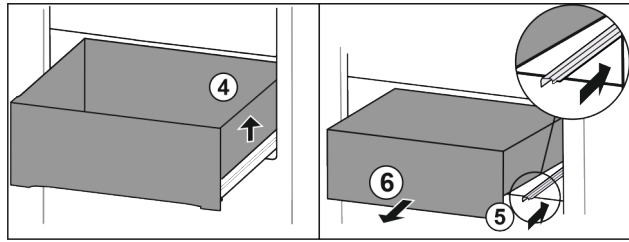

Fig. 91
- ▶ Підняти висувний ящик праворуч. Fig. 91 (4)
- ▶ Вставити праву рейку. Fig. 91 (5)
- ▶ Вийняти висувний ящик рухом вперед. Fig. 91 (6)